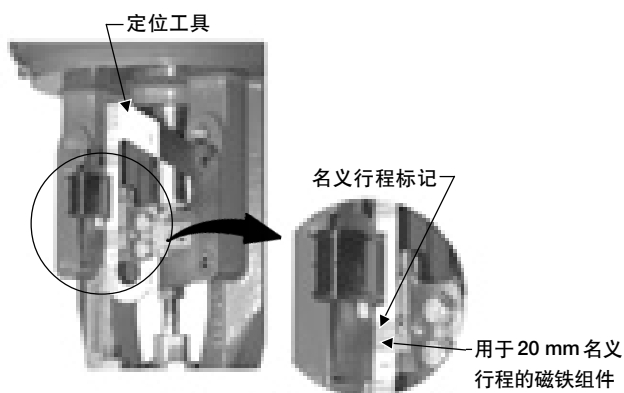

图 2-8. 用于气开式费希尔 GX 的磁铁组件的调整
3. 找到与阀门实际行程对应的下端行程刻度。如图 2-8 所示。